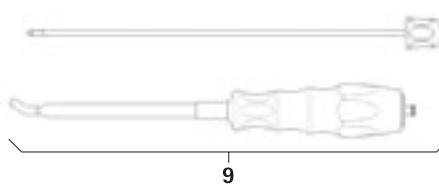

Fig. 4
- Desmontar el instrumento de inserción de varilla 9, ver Fig. 4: